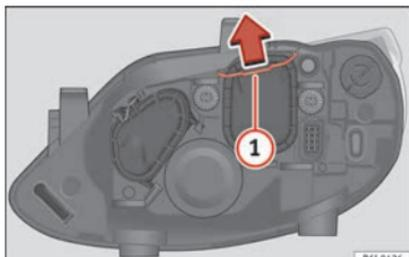

Fig. 184 Luz de cruce.
- Desplace el tirante » fig. 184 ① en el sentido de la flecha y saque la tapa.